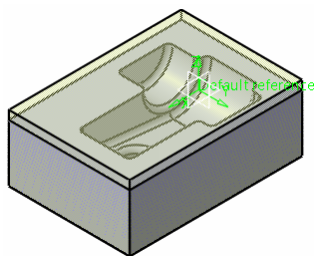

图 3-92 创建的毛坯零件(2)
3) 单击“Rough Stock”对话框(2)中的“确定”按钮, 创建的毛坯零件(2), 如图3-92所示。